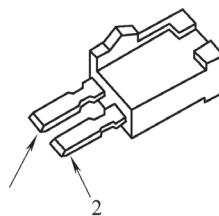

图 5-123 检查 A/C 二极管 A 的 1 号端子和 2 号端子之间两个方向的电流
32) 如图 5-123 所示，检查 A/C 二极管 A 的 1 号端子和 2 号端子之间两个方向的电流，检查单向是否有电流。如果没，更换 A/C 二极管 A；如果有，进行下一步检查。
10) 检查 A/C 二极管 A 的 1 号端子和 2 号端子之间两个方向的电流 (图 5-123), 检查单向是否有电流。如果没有, 更换 A/C 二极管 A; 如果有, 进行下一步检查。